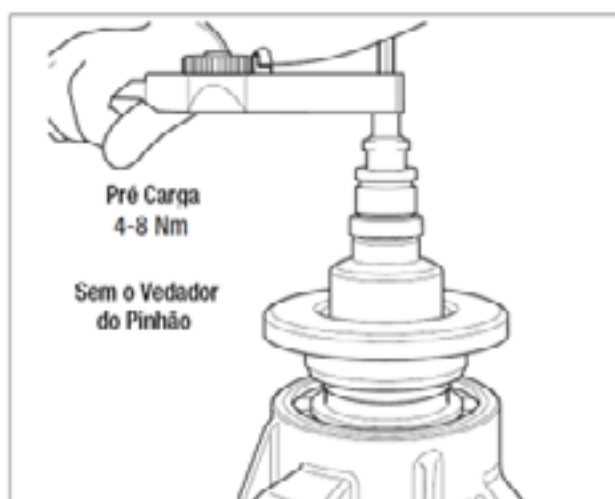

Fig. 2.34
21. Verifique a pré-carga do rolamento, ela deve ser de 4-8 N.m (Fig. 2.34).